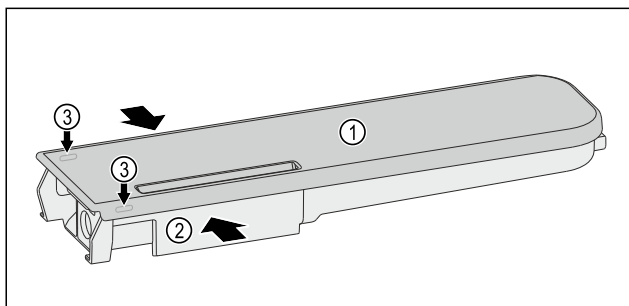

Fig. 145
- Presser le réservoir d'eau Fig. 145 (2) et faire levier pour lever précautionneusement le couvercle Fig. 145 (1) par les ergots Fig. 145 (3).
- Faire légèrement bouger le couvercle Fig. 145 (1) de l'avant vers l'arrière puis le retirer par le haut.